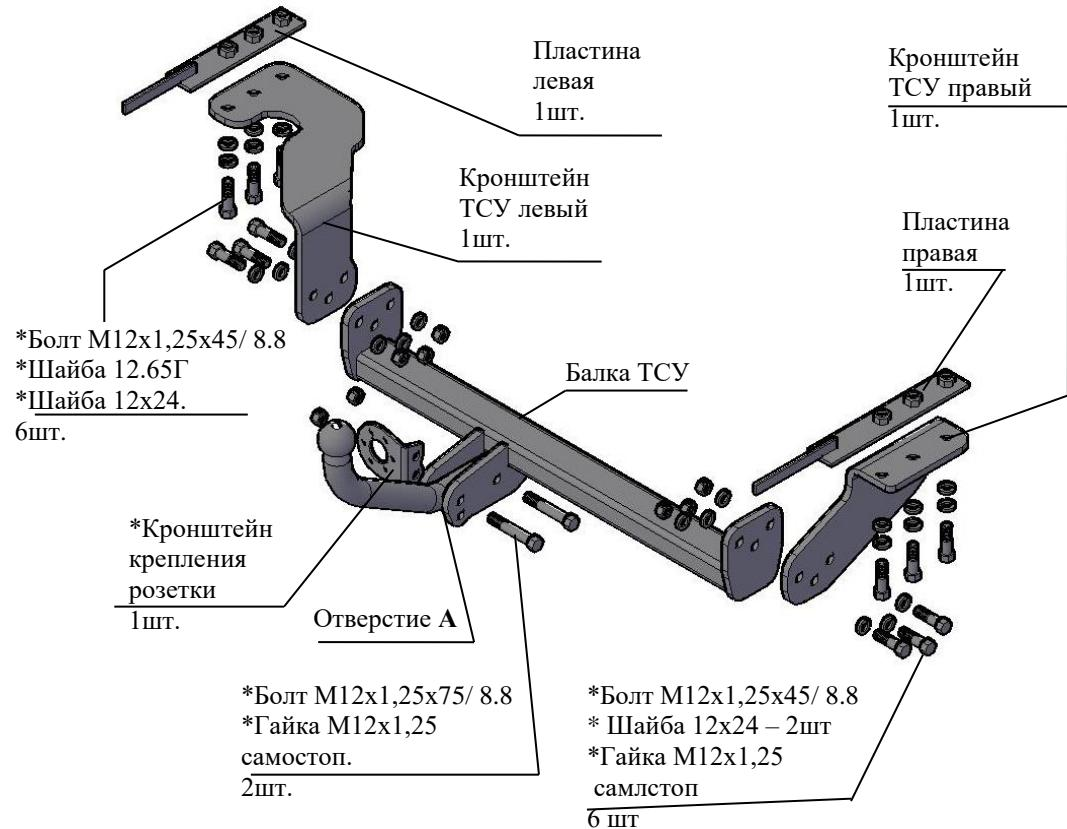

Рис.1 Тягово-сцепное устройство 7711
2.1 ТСУ 7711 в сборе (рис.1)	1 шт.
2.2 Пакет с комплектующими (см. рис.1) Задний колпак	1 шт.